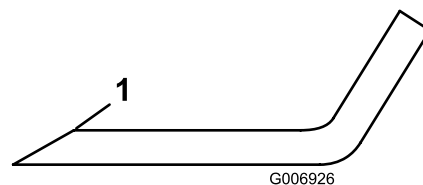

Figure 75
- Examinez les tranchants de toutes les lames. S'ils sont émoussés ou ébréchés, affûtez uniquement le haut du tranchant et conservez l'angle de coupe d'origine pour obtenir une coupe nette (Figure 75).